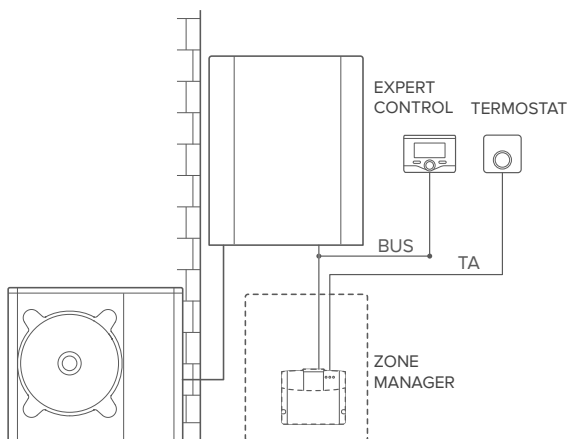

fig.5
- Situation finale (Fig. 5)
Activation des fonctionnalités TD et TC dans un système à 2 zones hydrauliques (gestionnaire de zone intégré ou externe) contrôlé par des dispositifs BUS et des accessoires ON/OFF (fig. 5)